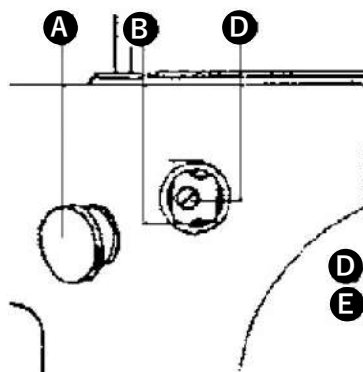

Рис.11
(2) Ослабьте два винта (B), вращая маховик вручную (рис. 11).
(3) Затем поверните маховик примерно на 90° (1/4 оборота) в противоположном направлении и установите длину стежка винтом (E). Для увеличения длины стежка поверните винт против часовой стрелки, для уменьшения - по часовой.
(4) После установки крепко затяните винт (B).
(5) Винт (D) ослаблять не рекомендуется.